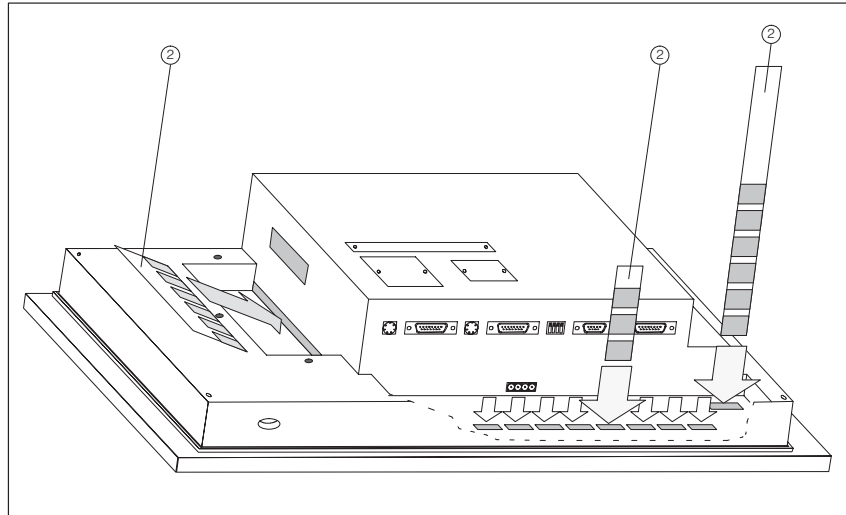

Bild 17-4 Beschriftungsstreifen einschieben
5. Schieben Sie die neuen Streifen ② mit der Beschriftung nach unten in die Schlitz der Frontplatte ein (siehe Bild 17-4).